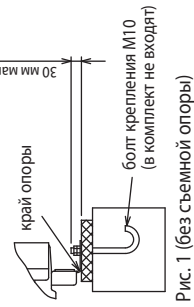

Рис. 1 (без съёмной опоры)
- 2) Установочные опоры должны прочно располагаться на основании (рис. 1 и 2).
- 3) Болты крепления должны выступать не более, чем на 30 мм (рис. 1 и 2).